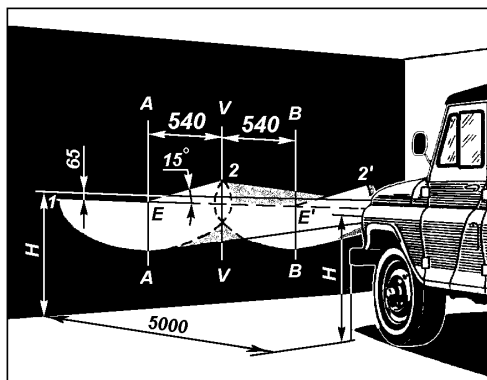

Рис. 9.46. Разметка экрана для регулировки фар:
1. Установите полностью заправленный и снаряженный автомобиль с нормальным давлением воздуха в шинах и нагруженным сиденьем водителя 750 Н (75 кгс) на ровной горизонтальной площадке на расстоянии 5 м от экрана со специальной разметкой (рис. 9.46).